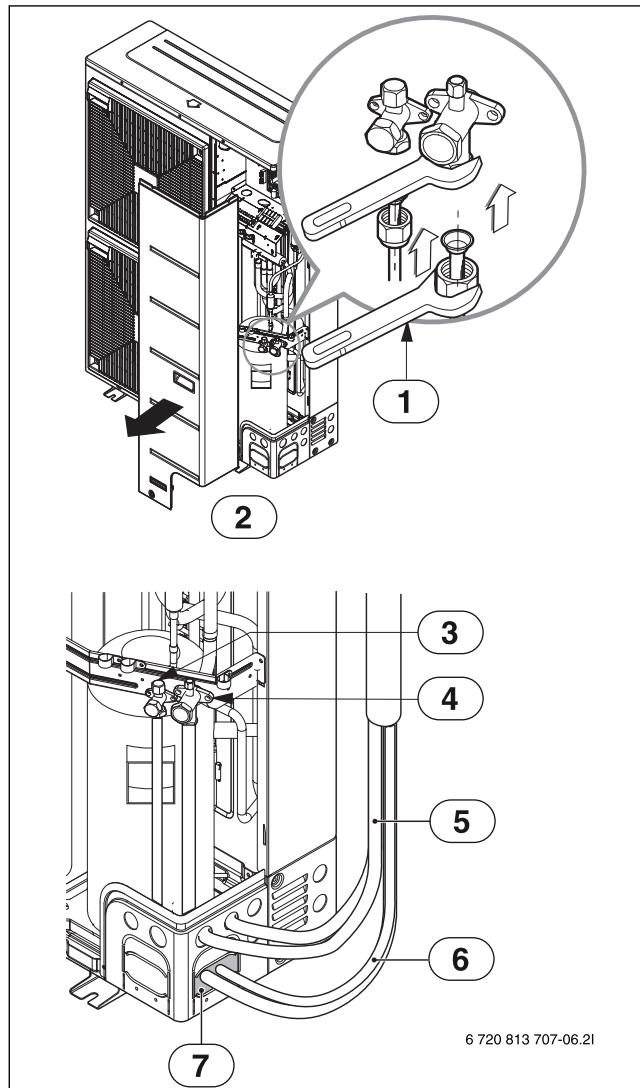

Рис. 24
- Уплотните трубные проходы мастикой или изоляционным материалом (предоставляет заказчик). При этом все отверстия должны быть закрыты (→рис. 24).